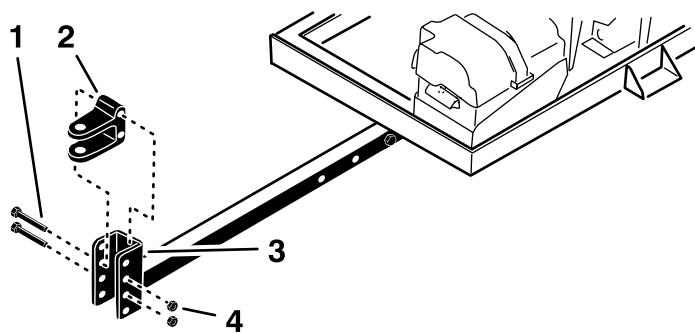

Figura 5
3. Scoateți cele 2 uruburi i cele 2 contrapiulițe care fixează capătul de furcă al dispozitivului de cuplare (Figura 5) de tubul dispozitivului de cuplare.
5. Asamblai capătul de furcă al dispozitivului de cuplare de tubul dispozitivului de cuplare cu 2 uruburi i 2 contrapiulie (Figura 5).